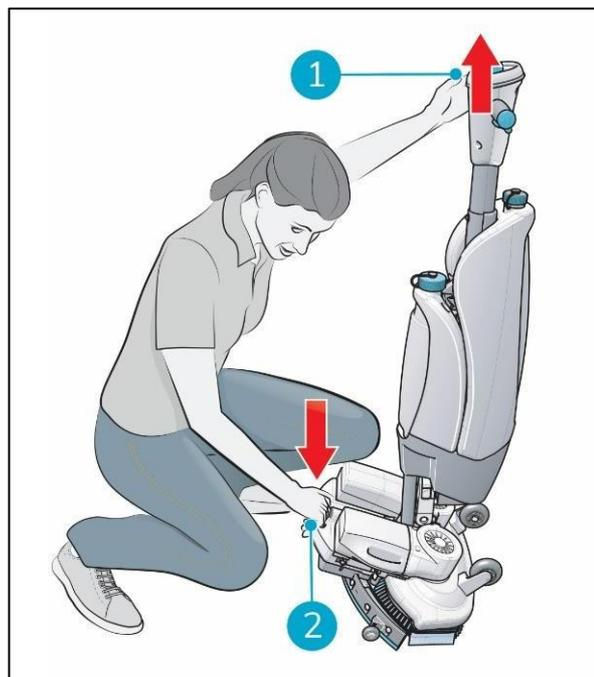

Figura 15
1. Accovacciarsi e tenere il piatto di lavaggio con una mano (figura 15, punto 2).
2. Spingere la maniglia in avanti con l'altra mano (figura 15, punto 1).